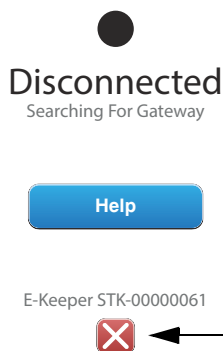

Figure 5.6
- 4 Klepněte na křížek, viz "Figure 5.6". Kontrolka Bluetooth zhasne a iPad bude možné spárovat s jiným držákem.